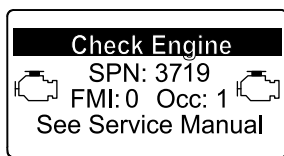

Figure 48
- Avertissement moteur SPN 3719, FMI 0 (Figure 48)